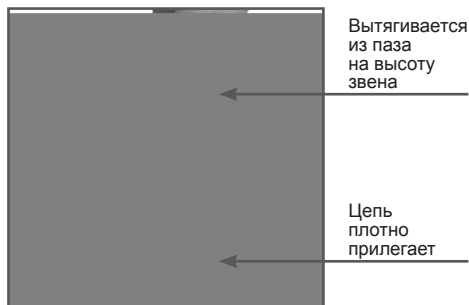

Рис. 8 Правильное натяжение цепи
3. Вращайте наружное кольцо до тех пор, пока цепь не будет плотно прилегать к нижней части шины без провиса, на середине шины цепь должна выходить из направляющего паза примерно на высоту звена (Рис.8).